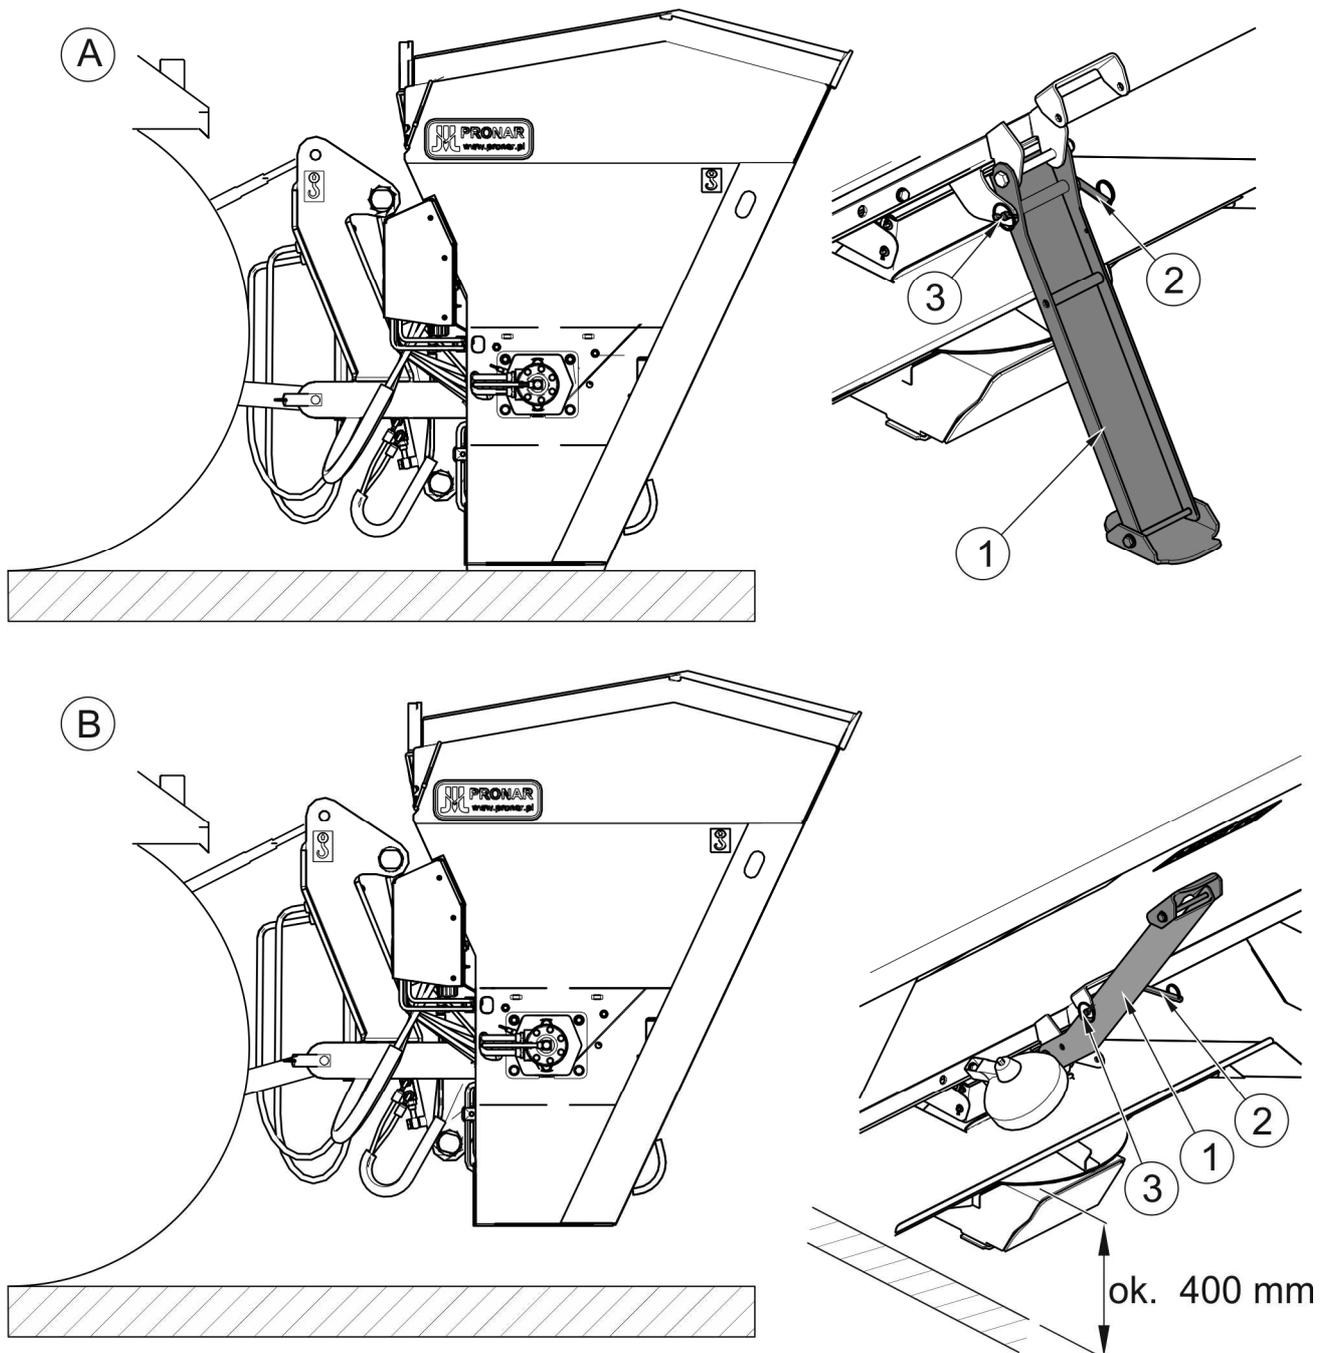

Abb. 4.3 Ruhe- und Transportposition
Wenn der Schlepper abgestellt wird, muss die Streumaschine auf dem Boden Ruhen (ABBILDUNG 4.3 A). Für den Transport oder Einsatz muss der Stützfuß (1) angebracht und mithilfe des Bolzens (2) und Splints (3) gesichert werden (ABBILDUNG 4.3 B). Die Dreipunkthydraulik am Schlepper soweit anheben, dass sich der Teller ca. 400 mm über dem Boden befindet.